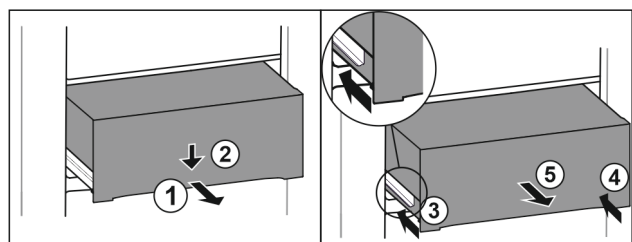

Fig. 81
- Вытяните выдвижной ящик наполовину. Fig. 81 (1)
- Вдавите выдвижной ящик в передней части вниз. Fig. 81 (2)
- Задвиньте левую направляющую прим. на 2 см. Fig. 81 (3)
- Задвиньте правую направляющую прим. на 2 см. Fig. 81 (4)
- Извлеките выдвижной ящик движением вперед. Fig. 81 (5)